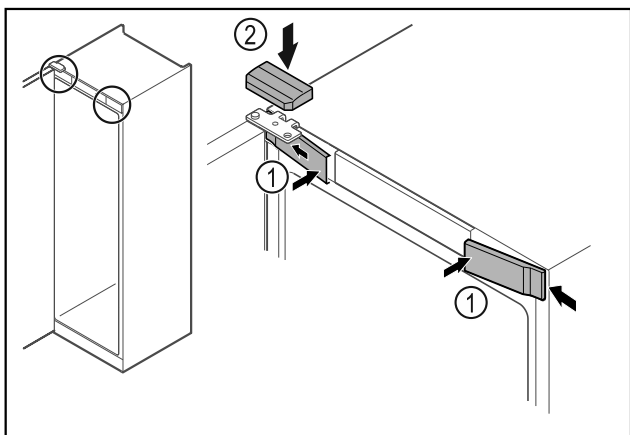

Fig. 66
- ▶ Skyv de fremre dekslene Fig. 66 (1) inn på siden, og smekk dem på plass.
- ▶ Smekk det øvre dekselet Fig. 66 (2) på plass ovenfra.